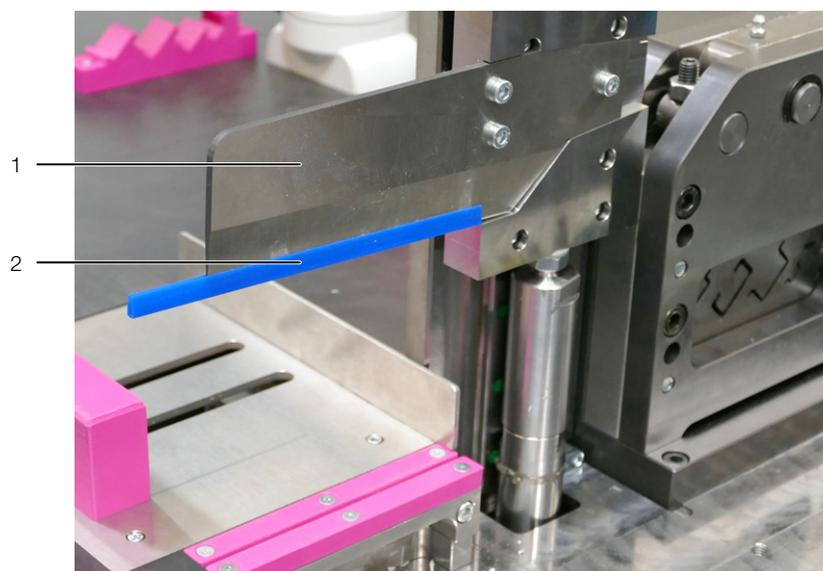

Fig. 36: Coprilama
- Posizionare il coprilama sull'utensile per canaline (fig. 36).